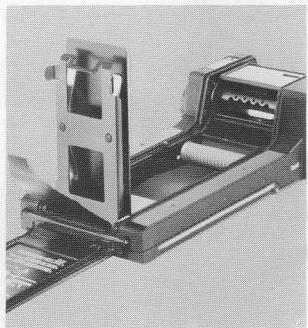

Fig. 4
- 3.2. Filmandruckplatte (13) in senkrechte Raststellung (Fig.4).
- 3.2. Swing up the film pressure plate (13) to engage upright (fig.4).
- 3.2. Verrouiller la plaque de serrage du film (13) en position verticale (fig. 4).